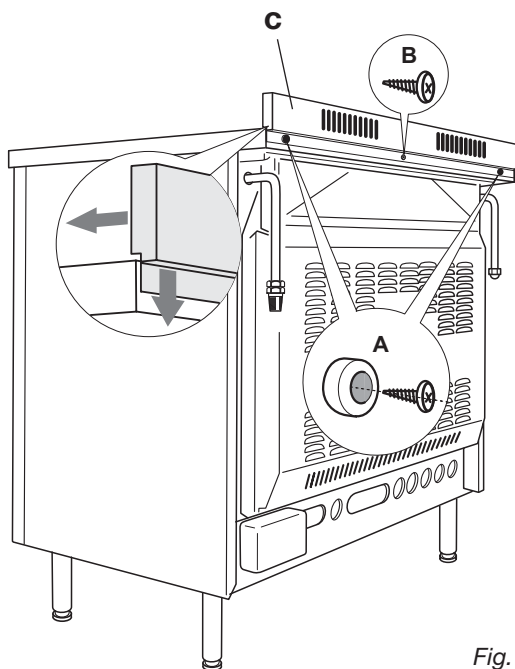

Fig. 7.2
Avant d'installer la cuisinière, assembler la protection arrière "C" (fig. 7.2).
- Enlever les entretoises "A" (fig. 7.2) en dévissant la vis de fixation.